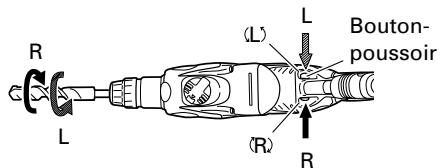

Fig. 6
**9. Vérifiez la direction de rotation de la mèche (Fig. 6)**